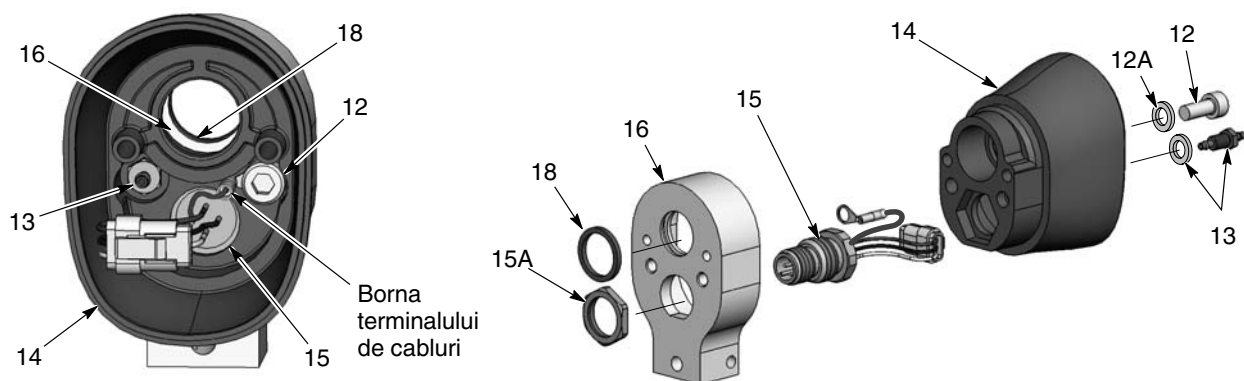

Figura 7-14 Dezasamblarea pistolului montat pe bară 3 / 3
8. Vezi Figura 7-14. Pentru a dezambla ansamblul corpului posterior, scoateți șurubul (12), șaibă de blocare (12A) și racordul striat (13) de la interiorul corpului posterior al pistolului (14). Sunt necesare o cheie hexagonală de 3 mm și o cheie tubulară adâncă de 1/4 in.
9. Desfaceți piulița (15A) de la priză (15), trageți adaptorul de pe corpul pistolului spate și introduceți fasciculul de cabluri al prizei prin corp.
10. Examinați inelul Quad (18) în adaptor (16) și înlocuiți-l dacă este deteriorat.
**NOTĂ :** La reasamblare, fixați borna de împământare a terminalului de cabluri la corpul posterior al pistolului cu ajutorul șurubului (12) și strângeți-l la 2,5 N•m (22 inch-lbs).